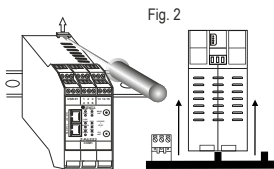

Fig. 2
- 1) Desplazar hacia el exterior los dos ganchos en el lado posterior del módulo como se muestra en la Fig 2.
Como se muestra en la Fig. 2: